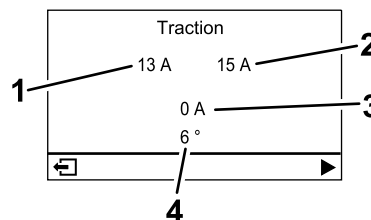

図 19
- **トラクションモーター画面** (図 19): 現在のステアリング角度と各トラクション モーターに割り当てられたアンペア数が表示されます。